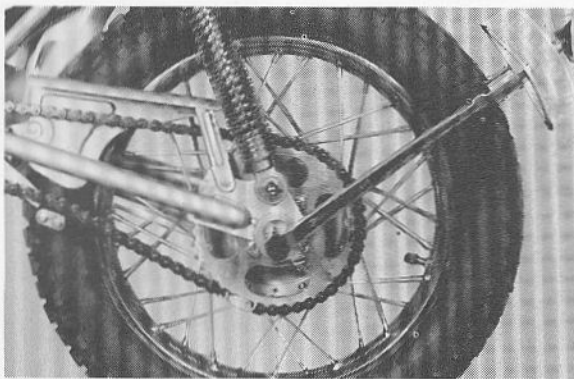

Fig. 2-6-11
e. Tighten the rear axle securing nut. Rear axle tightening torque equals (Fig. 2-6-11):
e. Serrer l'écrou de blocage du moyeu arrière. Le couple de serrage du moyeu arrière est égal (Fig. 2-6-11):